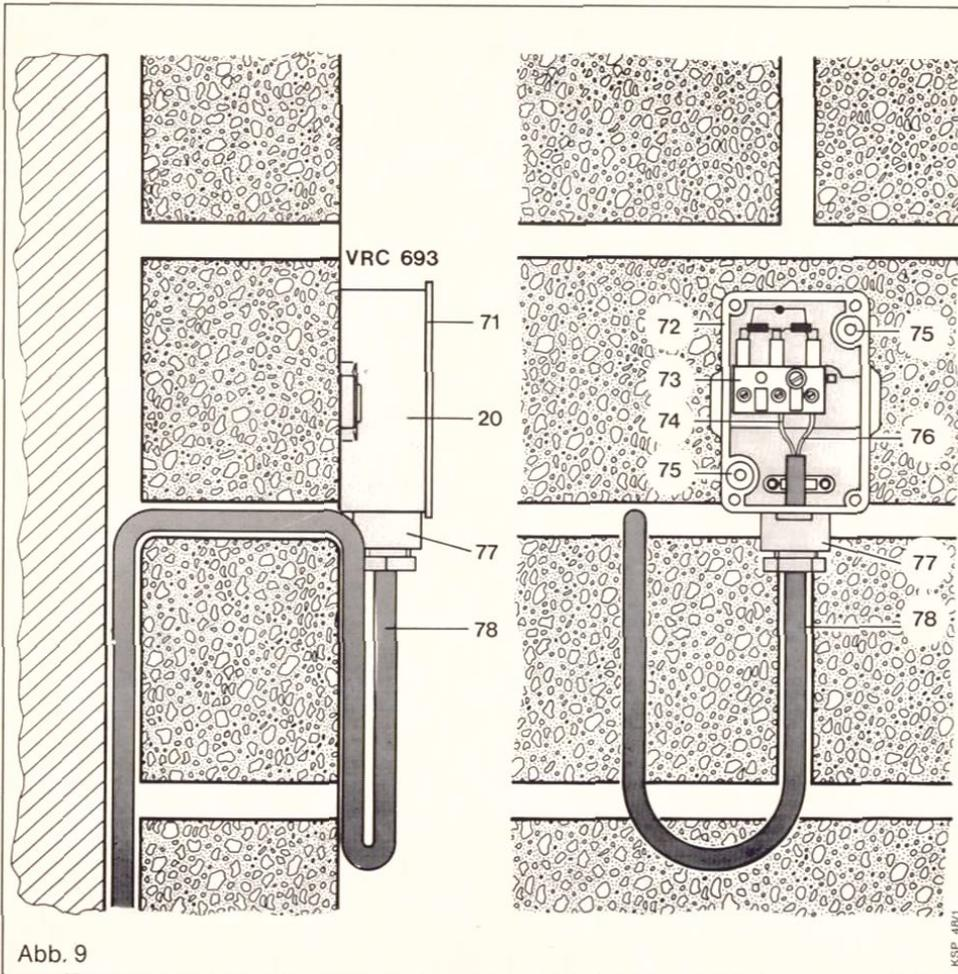

Abb. 9
Montage des Kessel-Schaltpultes Art. Nr. 9104 gemäß Abb. 1 und 2 am Kessel vornehmen. Außenfühler ②① gemäß Abb. 9, S. 12 an der Gebäude-Außenwand befestigen. Vom Außenfühler ②① eine Zuleitung  $2 \times 0,75 \text{ mm}^2$  zum Kessel-Schaltpult ③⑦ verlegen. Vorlauffühler ①⑨ an der Vorlaufrohrleitung hinter der Heizungspumpe ④④ mit beiliegendem Spannband befestigen Abb. 8, Seite 11. Das fest verdrahtete Zuleitungskabel ⑥① zum Kessel-Schaltpult ③⑦ führen. An der Steckkupplung ①⑥ des Zuleitungskabels ⑥①, die Anschlußleitung des Außenfühlers ②① an den Klemmen T1 und T2 anklennen.
Die braune Ader (74) und die blaue Ader (76) entsprechend der Abbildung 9 anklemmen. (Die Klemme mit der roten Markierung bleibt frei)